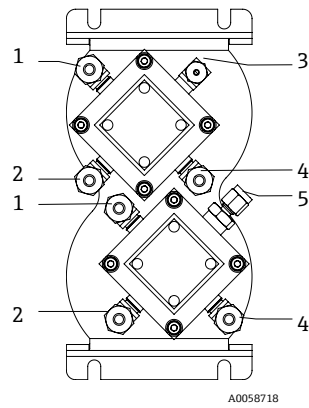
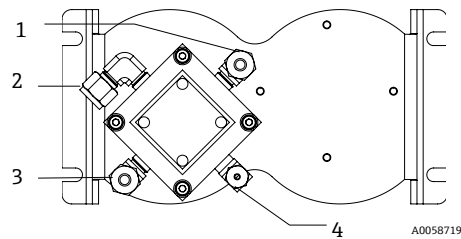
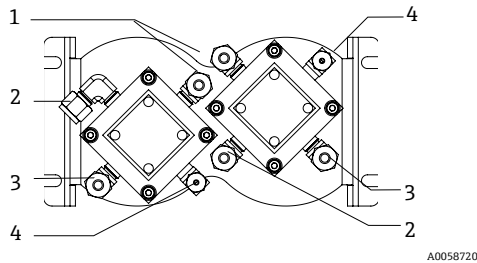

図 28. 測定セルおよびスクラバー用空圧バルブの取付方向
図 29. 1点検証用空圧バルブの取付方向
図 30. 2点検証用空圧バルブの取付方向
- 4. 以前に取り外したすべての配管を再接続します。空圧バルブアセンブリの取外し → 図 28 を参照してください。
コネクタとポートの取付方向については、図 28、図 29、図 30 を参照してください。
- 1. アセンブリブラケットへのバルブの取付け → 図 28 の手順 1 と 2 を完了します。